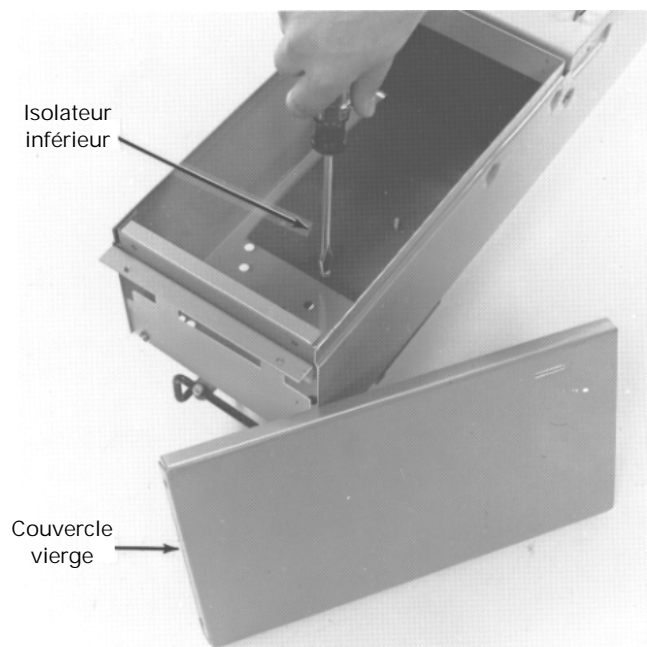

Figure 2. Retrait du couvercle vierge et de l'isolateur inférieur.
2. **Préparer le boîtier.** Retirer et mettre de côté le couvercle vierge et l'isolateur inférieur, du bas du dispositif, comme montré à la Figure 2.